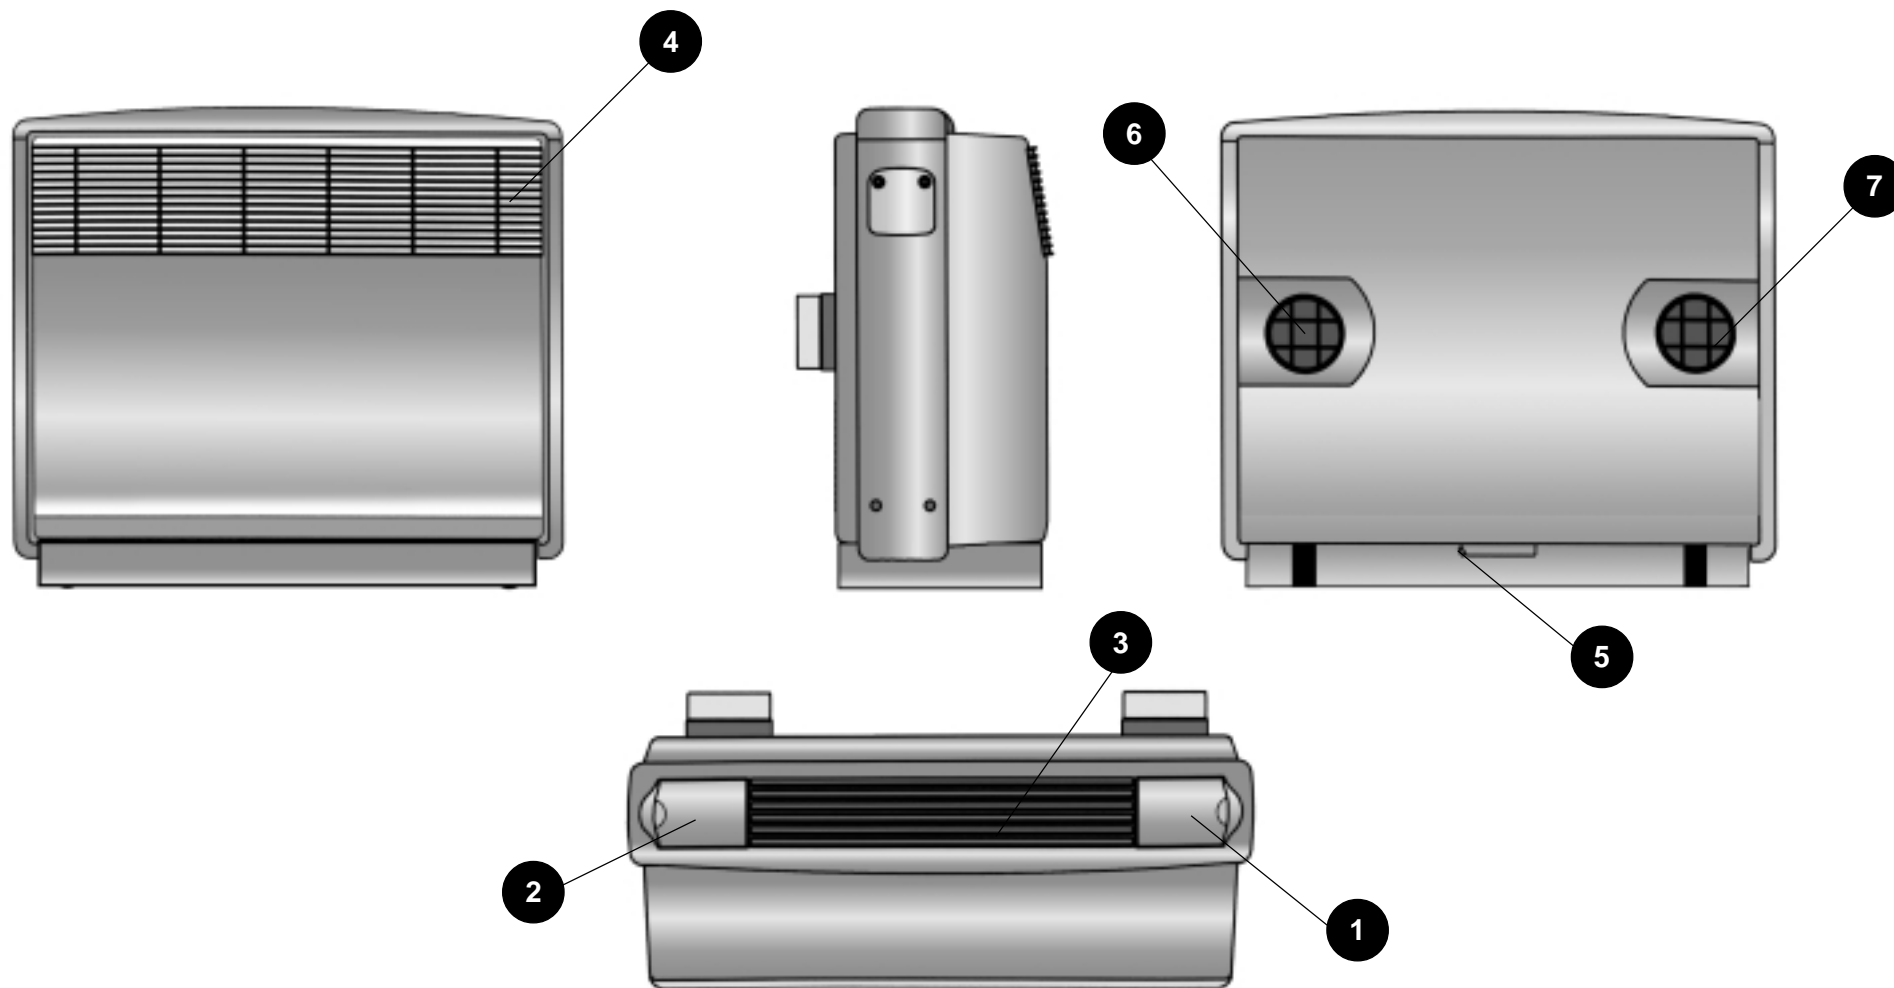

Fig. 1
• Asegúrense de que cortinas u otros objetos no obstruyen el filtro de aspiración (fig. 1 - 4).